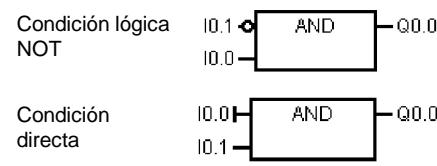

Figura 5-5 Convenciones FUP
- Símbolo de negación: La condición lógica NOT (la condición invertida) del operando o la corriente se representa mediante un círculo pequeño en la entrada. En la figura 5-5, Q0.0 es igual al NOT de I0.0 AND I0.1. Los símbolos de negación sólo son aplicables a las señales booleanas, que se pueden especificar en forma de parámetros o circulación de corriente.
- Indicadores directos: Como muestra la figura 5-5, el editor FUP visualiza una condición directa de un operando booleano mediante una línea vertical en la entrada de una operación FUP. El indicador directo causa un lectura directa de la entrada física indicada. Los indicadores directos sólo son aplicables a las entradas físicas.